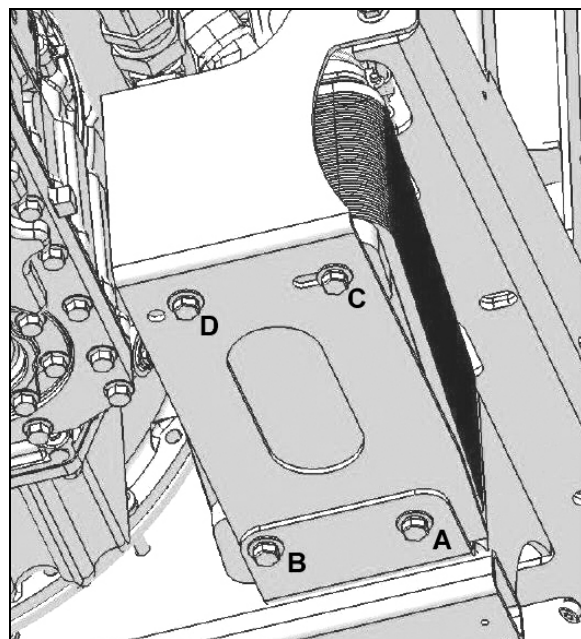

FIGURE 16 : POSITION NORMALE DU REFROIDISSEUR D'HUILE
2. Retirer les vis B et D et dévisser partiellement les vis A et C. Pivoter le refroidisseur d'huile comme sur la Figure 16. Réinstaller les Vis B et D et serrer toutes les vis.